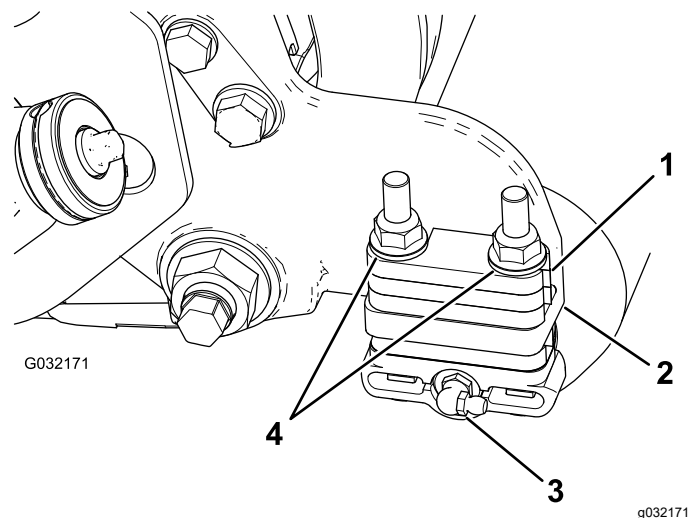

Figura 3
1. Rimuovete il raccordo d'ingrassaggio per il rullo dal lato dell'elemento di taglio provvisto di alloggiamento della spazzola per rullo (Figura 3).
1. Togliete i 2 dadi di bloccaggio flangiati che fissano ciascuna staffa del rullo alle piastre laterali, **oltre a tutti i distanziali da 6 mm situati sulla parte superiore della flangia di montaggio della piastra laterale (Figura 3).**